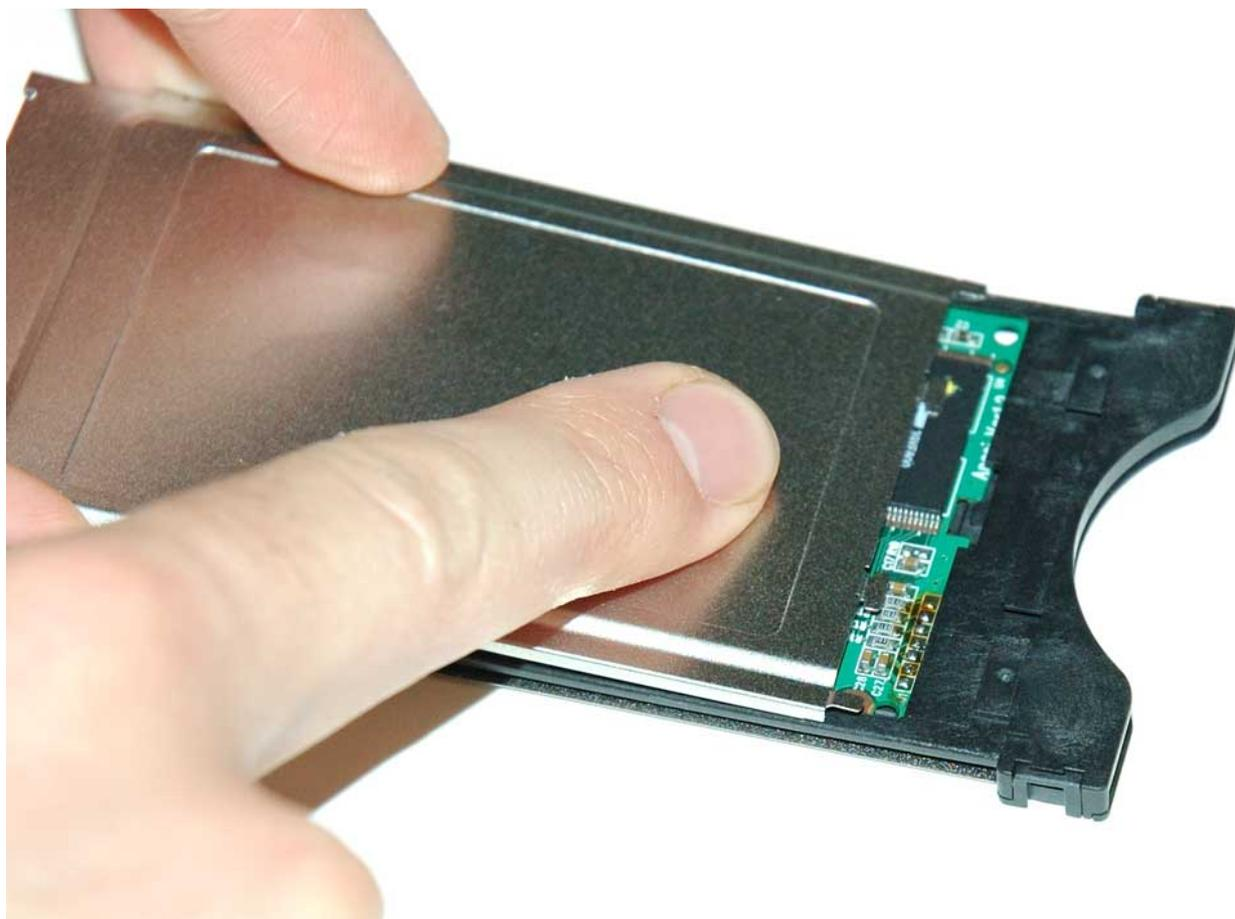

Fig. 40
- Deslize o elemento de metal por cima da placa da Cam a fim de introduzir os segmentos nos slots de plástico (Fig. 40):